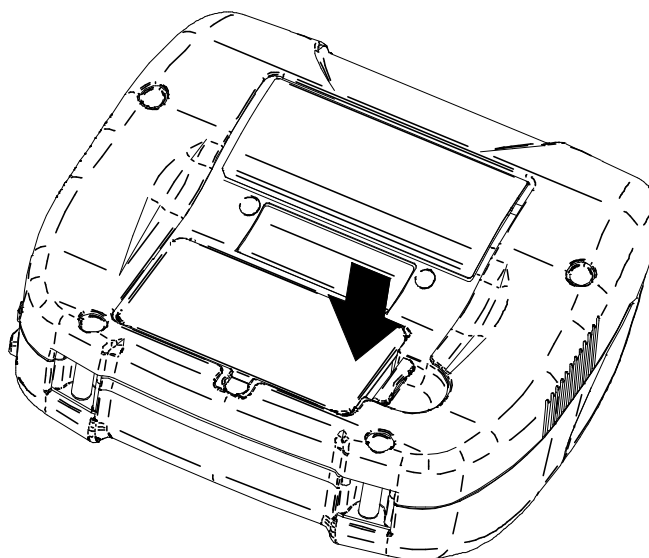

Figura 8-3 Instalación de la batería (3)
- (3) Presione la pestaña “b” de la batería en la dirección de la flecha en la Figura 8-3 hasta que se bloquee en la ranura “B” de la impresora.